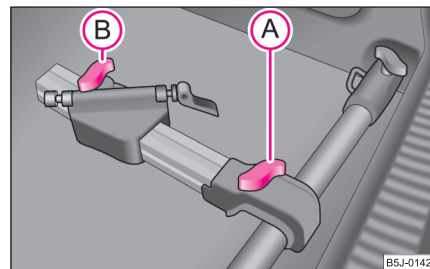

Fig. 66 Pose d'un porte-bicyclettes
- Posez le porte-bicyclettes homologué sur la barre transversale, après avoir relevé la vis (A), poussez la barre longitudinale (pièce en alu) vers la barre transversale et mettez la vis (A) dans l'écrou ⇒ fig. 66.
- Desserrer la vis (B) sur la partie coulissante du porte-bicyclette et l'enlever, puis mettre la partie coulissante dans une des trois positions possibles en fonction de la taille de la bicyclette.
- Mettre la vis (B) dans la position souhaitée et la serrer. ■